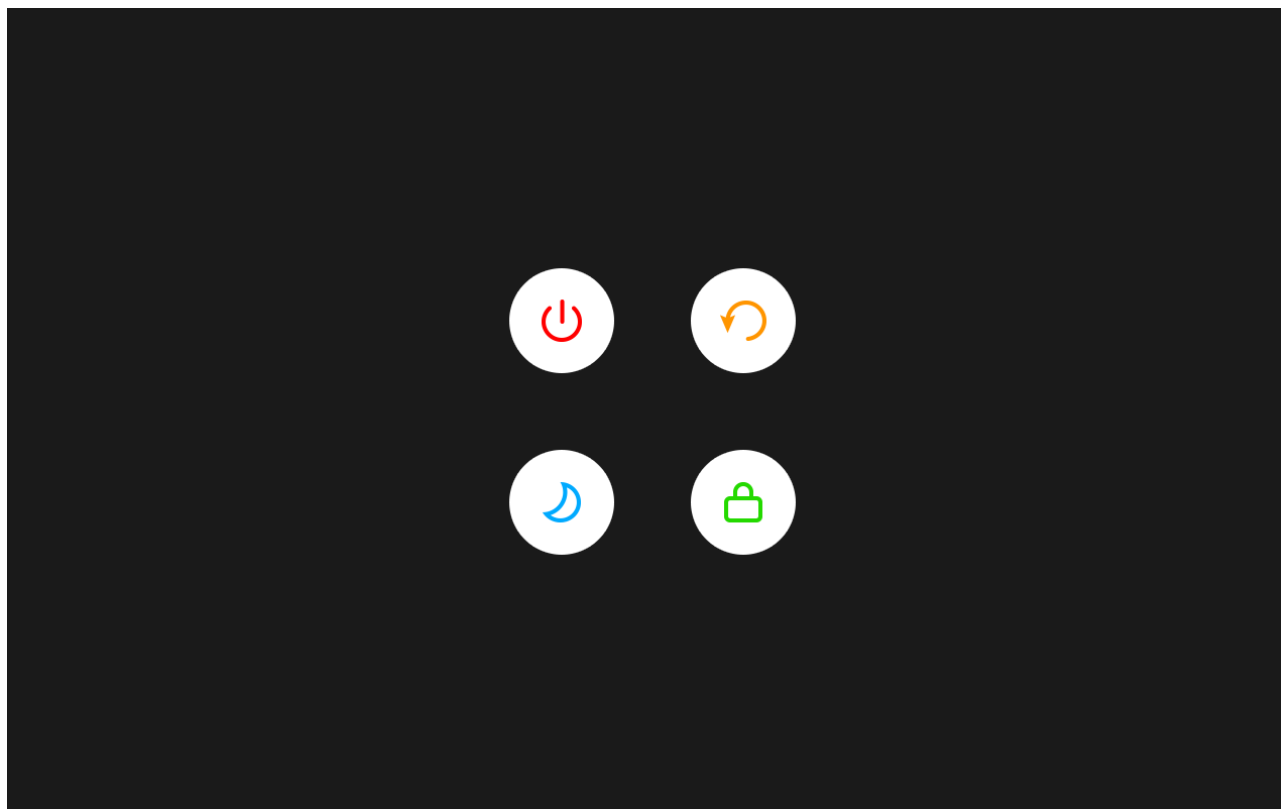

图13-13 关机界面
长按或短按电源键^①，将进入关机界面, 见图 13-13。包含 4 个选项: 关机、重启、待机、锁屏。